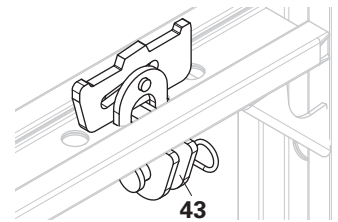

Fig. A6.02
1. Fixer l'étau tirant-poussant (40) ou la béquille à la plaque de connexion (43) à l'aide des goupilles et des goupilles fendues (44). (Fig. A6.02)